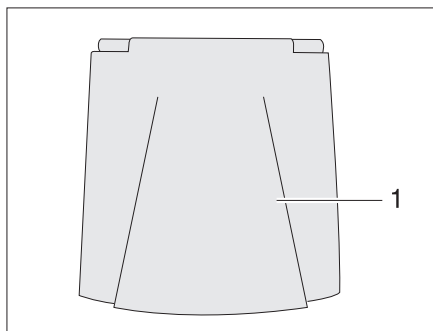

Fig. 37 Raccordement 230 V du portillon extérieur
- Ouvrir:* ■ Basculer le portillon extérieur (Fig. 37,1) vers le haut.
- Fermer:* ■ Faire basculer vers le bas le portillon extérieur (Fig. 37,1) et le fermer.